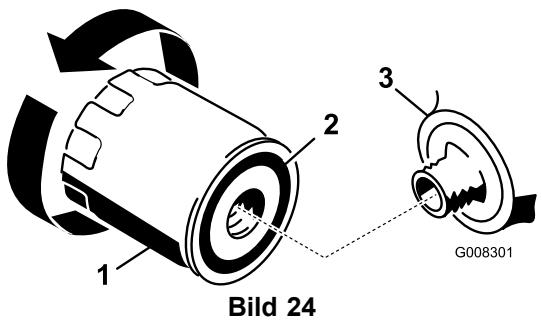

Bild 24
- Entfernen Sie den alten Ölfilter und wischen Sie die Dichtfläche am Anbaustutzen ab (Bild 24).
3. Schmieren Sie die Gummidichtung am neuen Ölfilter (Bild 24) mit etwas Frischöl ein.
5. Ziehen Sie den Filter um eine weitere 1/2 bis 3/4 Umdrehung (Bild 24).